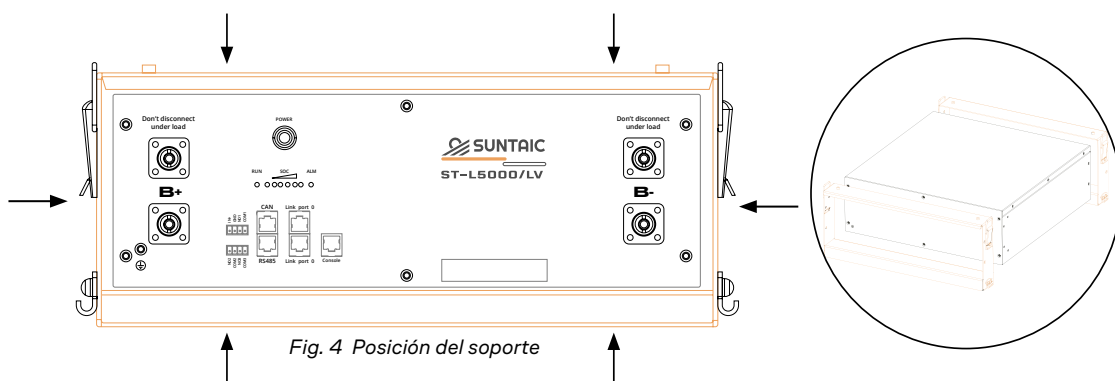

Fig. 4 Posición del soporte
- 1.2 Como se muestra en la figura (Fig. 4), coloque los dos brackets en la parte **delantera y trasera** del módulo y, a continuación, sujete el módulo.